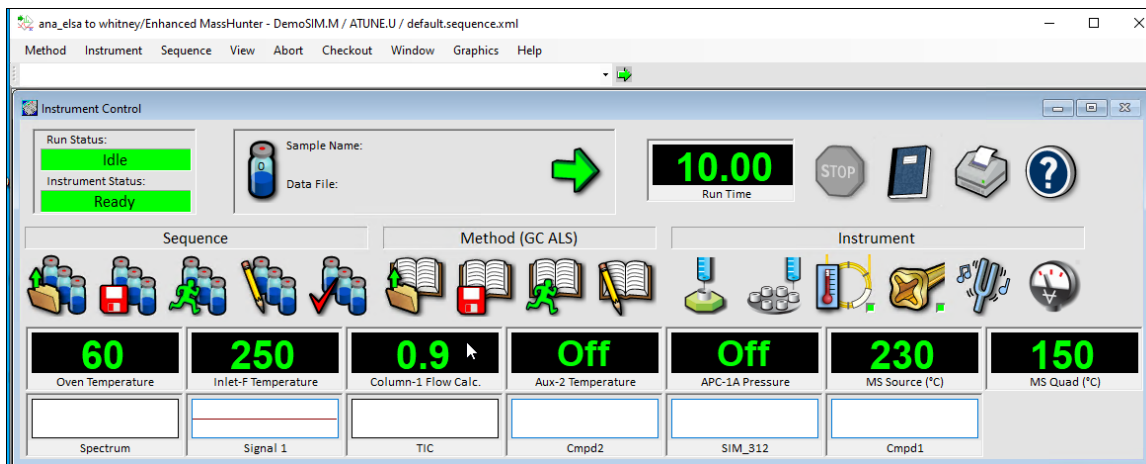

Figura 26 Organização dos monitores
- 4 É possível selecionar **Janela > Organizar Monitores** para organizar automaticamente os monitores a qualquer momento ou clique e arraste cada monitor para a posição desejada. (Consulte **Figura 26.**)